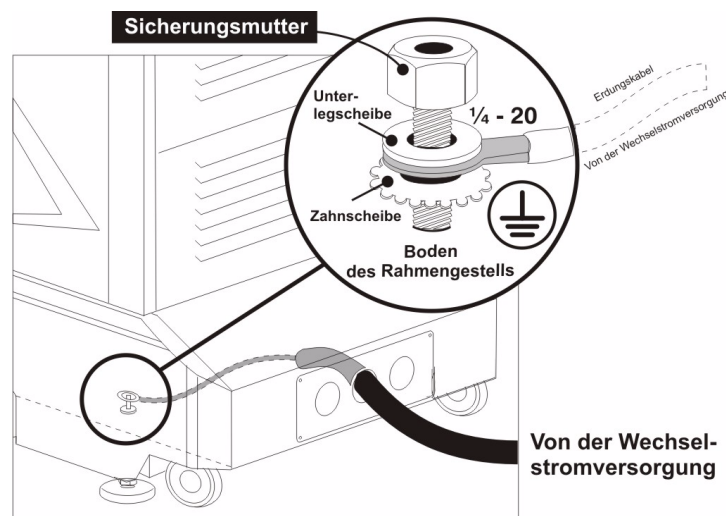

Abbildung 3-20 Anschluss des eingehenden Erdungskabels
2. Schließen Sie das eingehende Wechselstrom-Erdungskabel direkt an den Erdungsstift am Boden des Rahmengestells an (**Abbildung 3-20**). Sichern Sie diesen Anschluss mit den mitgelieferten Unterlegscheiben und Muttern. Stellen Sie außerdem sicher, dass an diesem Stift keine weiteren Leitungen vorhanden sind. **Warnhinweis!** *Nehmen Sie ZUERST die Erdung vor, um die Gefahr elektrischer Schläge durch hohe Ableitung zu reduzieren.*